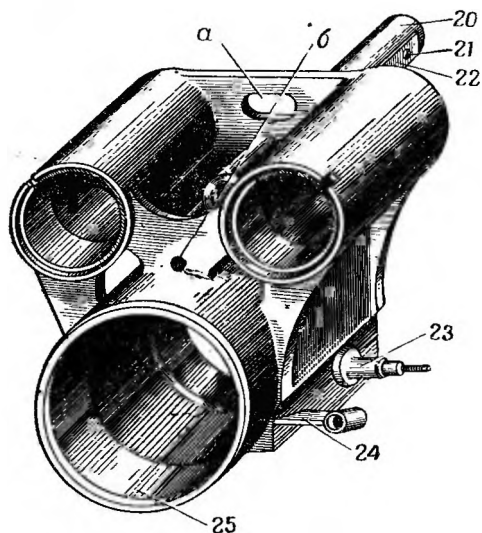

Рис. 10. Обойма (С601-3):
Нормализованным деталям (гайкам, болтам, винтам, заклепкам и др.) на рисунках также даны произвольные номера, а в подрисуночном тексте указаны в скобках их чертежные номера. Например, на рис. 10 винт имеет порядковый номер *21*, а чертежный номер винта указан в подрисуночном тексте в скобках (*A51060-50*).
**Обойма** (рис. 10) предназначена для закрепления в ней противооткатных устройств — тормоза отката *С608* и накатника *С607*, а также для закрепления штыря, препятствующего при выстреле вращению ствола в люльке.